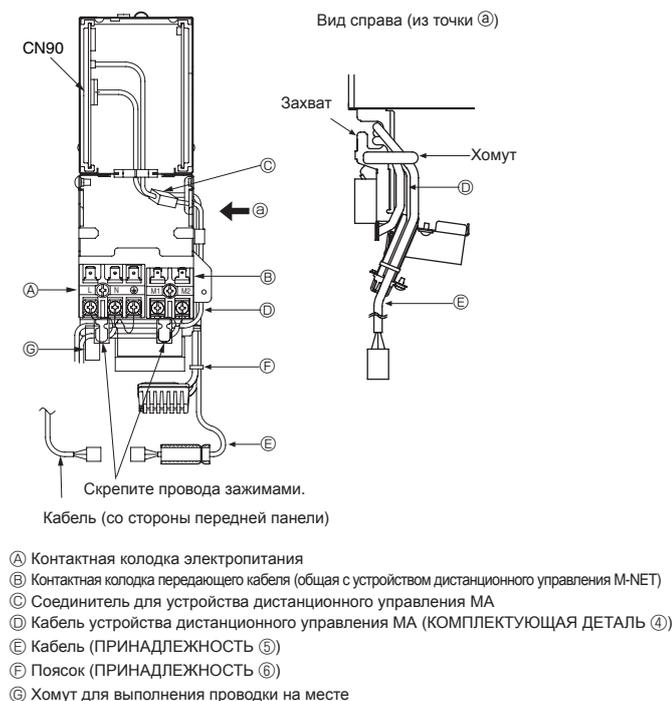

Fig. 5-1
5.1. Внутренний прибор (Fig. 5-1, 5-2)
- Подсоедините подключенный кабель ⑤ к CN90 на плате контроллера в распределительной коробке.
- Зафиксируйте кабель ④ и кабель ⑤ устройства дистанционного управления МА хомутом при помощи захвата, расположенного на правой стороне распределительной коробки.
- Зафиксируйте кабель ④ устройства дистанционного управления МА хомутом так, чтобы кабель проходил по нижней части клеммной колодки.
- Закрепите кабель ⑤ при помощи фиксирующего пояска ⑥.